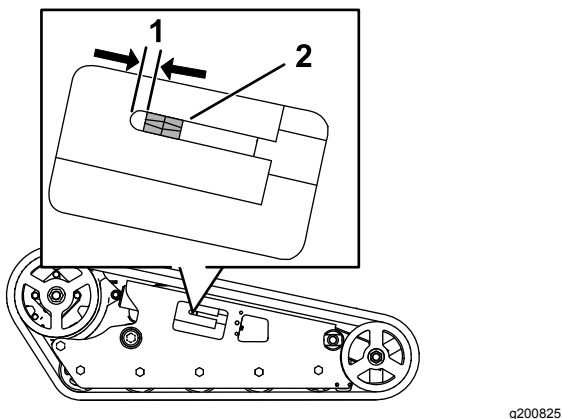

Рисунок 57
Между натяжной гайкой и задней стороной паза натяжной трубки должен быть зазор 1,3 см (Рисунок 57). Если это не так, отрегулируйте натяжение гусеницы, используя следующую методику:
5. Используя ключ с храповым механизмом на 1/2 дюйма, поворачивайте натяжной винт против часовой стрелки до тех пор, пока расстояние между натяжной гайкой и задней стороной паза натяжной трубки не станет равным 1,3 см, как показано на Рисунок 57.